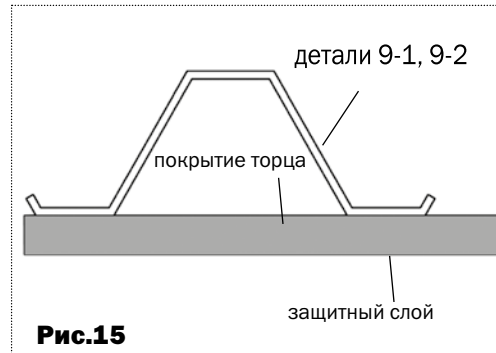

Рис.15
- Установите боковые куски покрытия торца в соответствии с **рис.15**. Придерживая кусок покрытия, закрепите его винтами с шайбами по деталям **11** и **8** (**рис.23**). Отверстия для винтов выполняются сверлом диаметром 4 мм изнутри теплицы через готовые отверстия в деталях каркаса.